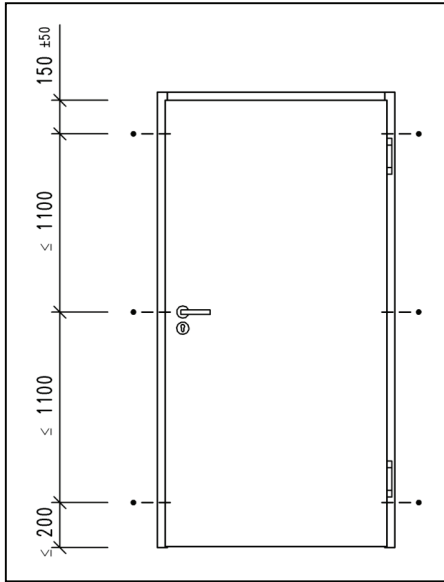
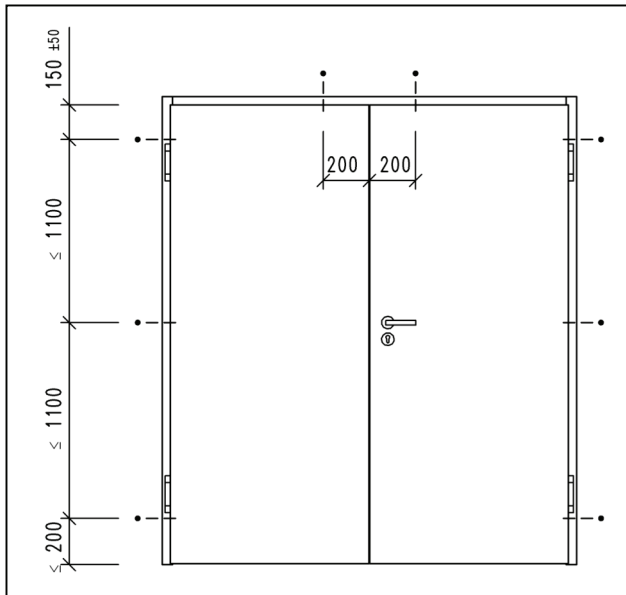

Abb. 2.1
Abb. 2.2
- Höhenlage der Befestigungspunkte gemäß Abb. 2.1 / Abb. 2.2 ausführen, bzw. vorgegebene Bohrungen / Befestigungspunkte über SI-Bleche im Band-/ Schließblechbereich verwenden.
- Befestigungspunkte gemäß Abb. 2.1 / Abb. 2.2 bzw. vorgegebener Bohrungen / SI-Bleche (3.01) vollflächig und druckfest mit Hartholz / Hartfaserplatten (3.02) hinterlegen.
- Befestigungspunkte gemäß Abb. 2.1 / Abb. 2.2, bzw. vorgegebener Bohrungen vollflächig und druckfest mit Hartholz / Hartfaserplatten (3.02) hinterlegen.